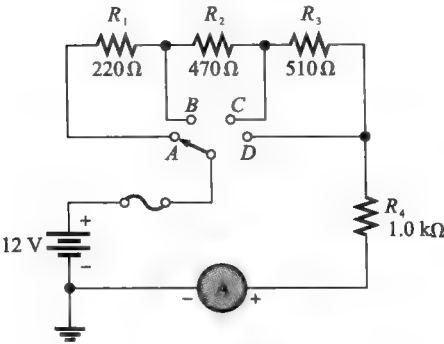

图 4-86 习题 51 图
51. 请确定图 4-86 中每一个开关位置电表测得的电流。